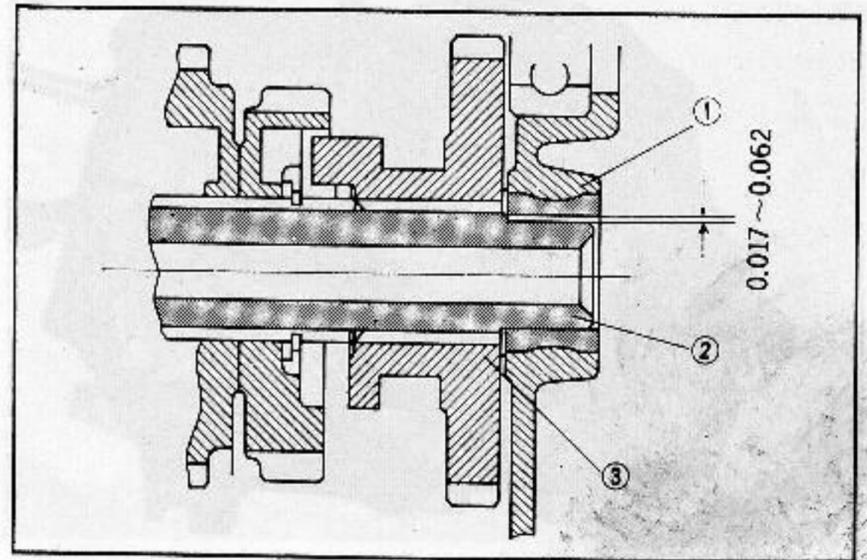

Abb. 3.93 13.5 mm Druckscheibe
13.5 mm Druckscheibe beim Einbau nicht vergessen. (Abb. 3.93)